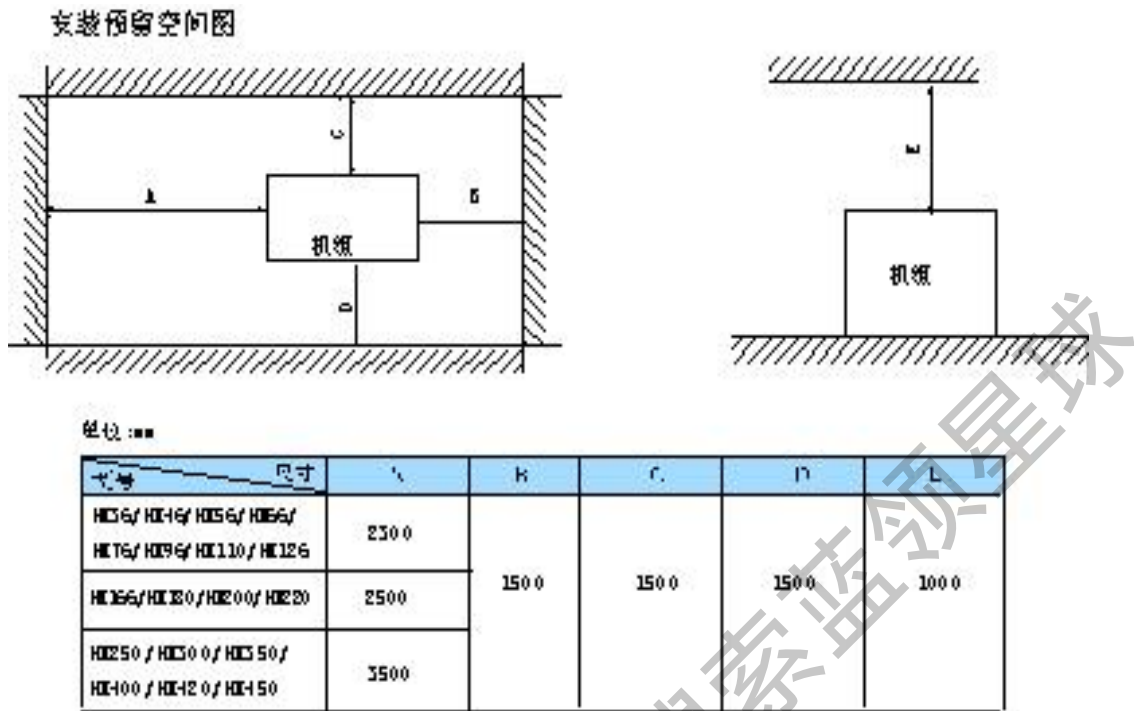

图1 预留空间图
4、 机房应有足够的空间以便机组的安装和维修保养；机房应有足够的拔管空间；同时压缩机上方不应敷设管道及线管。空间要求见图 1。